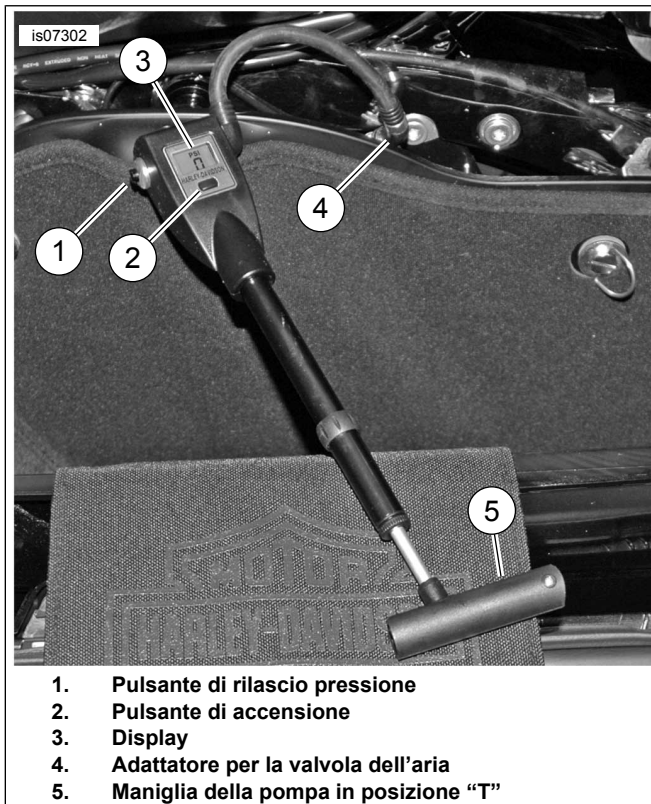

Figura 2. Pompa pneumatica digitale per sospensioni Touring
- Vedere Figura 2. Per accendere il display (ON), premere il pulsante di alimentazione (2). Per spegnere il display (OFF), premere il pulsante di alimentazione.
- Sul display della pompa la pressione è visualizzata in PSI o kPa. Per modificare l'unità di misura, premere il pulsante dell'alimentazione (2) mentre il display è acceso e tenerlo premuto per 5 secondi.
1. Rimuovere il coperchio dalla valvola dell'aria delle sospensioni pneumatiche e inserire l'adattatore (4) nella valvola per l'aria come mostrato in Figura 2.
2. Premere il pulsante di alimentazione (2) per accendere il display.
3. Per aumentare la pressione, tirare completamente la maniglia (5) e ruotarla in posizione "T". Continuare a manovrare la maniglia della pompa pneumatica fino a che il display (3) non visualizzerà la pressione di impianto desiderata.